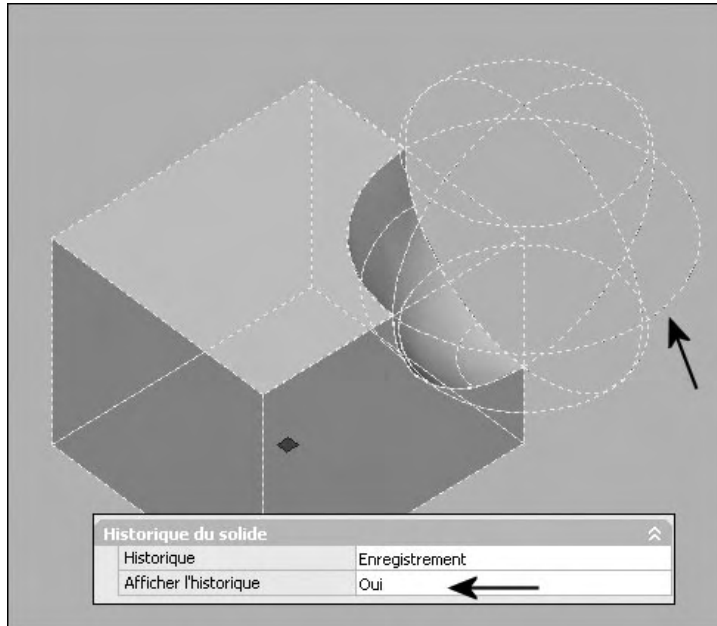

Fig.3.38
**Pour afficher les solides d'origine qui forment un solide composé (fig.3.38) :**